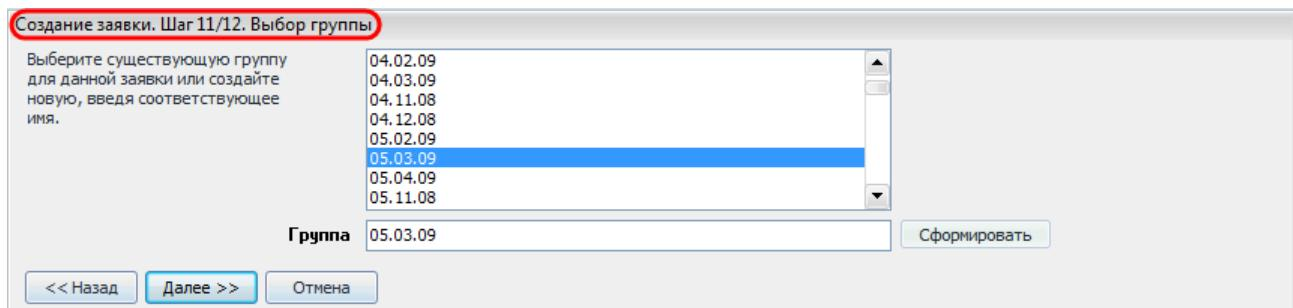

Рисунок 10.36 – Выбор группы
- ***Шаг 11/12. Выбор группы***. На данном шаге можно выбрать группу, в которую будет помещена созданная заявка. Группа выбирается из списка групп (см. раздел «9.3.1 Работа с редактором групп») или создается новая (Рисунок 10.36). Существует два способа создания групп: